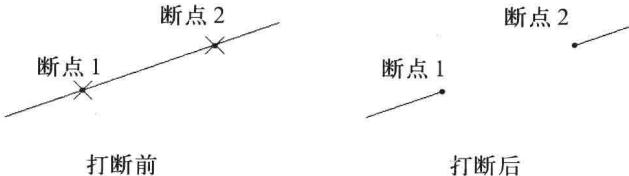

图 4-5-23
(1) 单击“常用”选项卡，在“修改”面板中单击“打断”按钮 \square ，或者选择菜单命令“修改/打断”。
(2) 命令行提示“选择对象”，单击需要打断的对象。默认情况下，用单击选择对象时单击的位置作为第一个打断点。
(3) 命令行提示“指定第二个打断点或[第一点(F)]”，单击对象另一个点作为第二个打断点。直线两点间的部分被删除，此时直线被分成了两段，如图4-5-23所示。